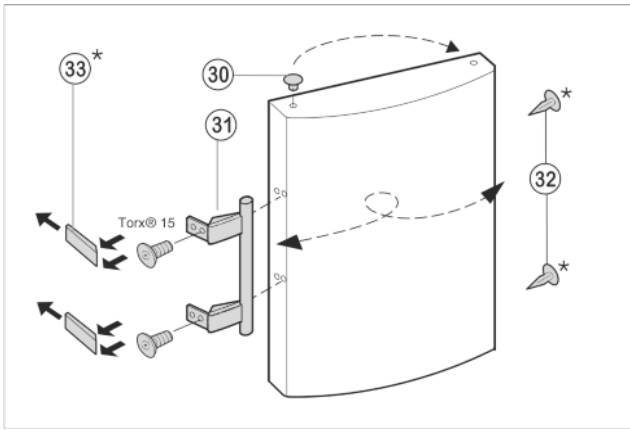

Fig. 7
- ▶ Stopfen Fig. 7 (30) aus der Tür Lagerbuchse herausheben und umsetzen.
- ▶ Türgriff Fig. 7 (31), Stopfen Fig. 7 (32) und Druckplatten Fig. 7 (33) abmontieren und auf die Gegenseite umsetzen.